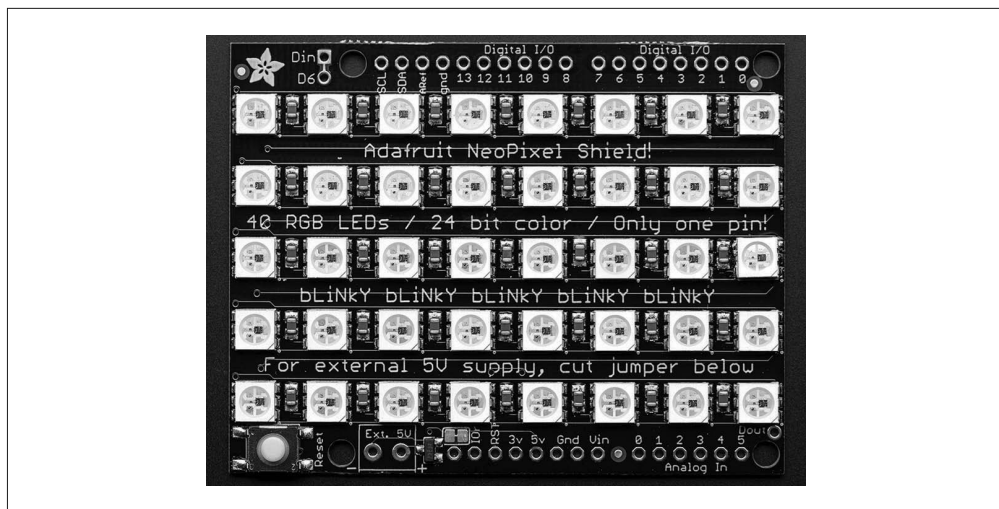

图 8-65: Adafruit 40 RGB LED 像素矩阵
- Adafruit NeoPixel 扩展板 (<http://bit.ly/ada-neo>) (图 8-65)